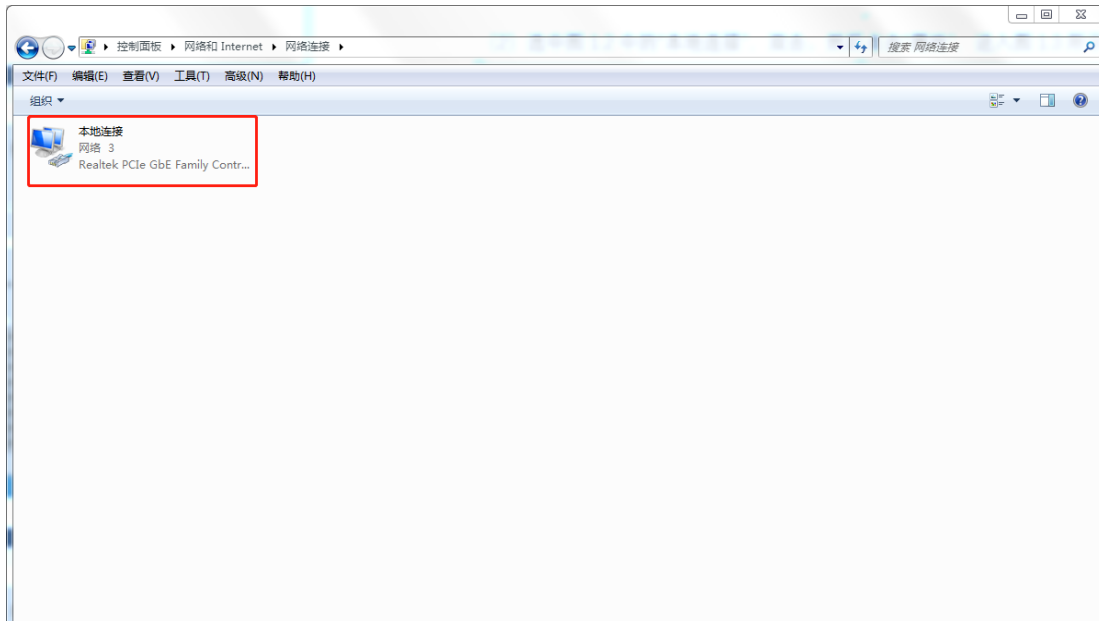
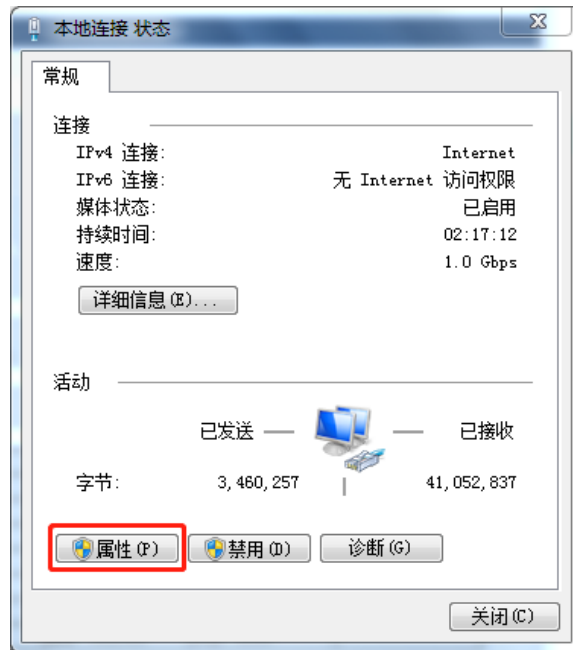
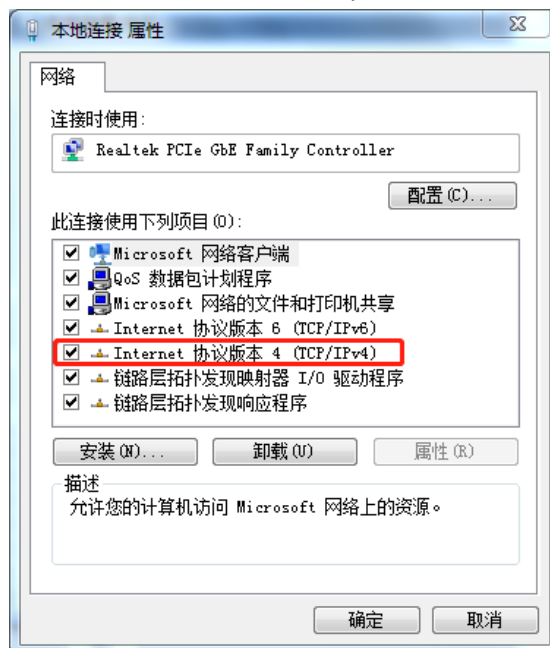
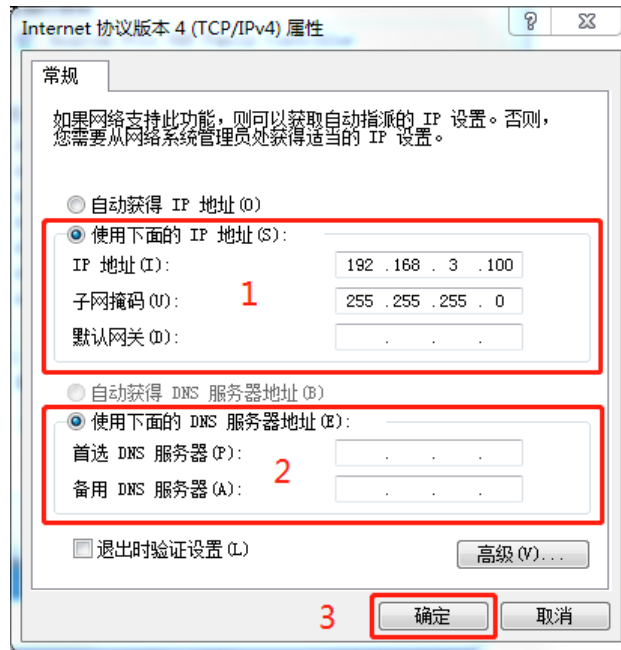

图 5.2
图 5.3
图 5.4
图 5.5
(1)使用网线连接工控机后。打开图 5.1 中所示的“网络和共享中心”设置界面，点击图中的“更改适配器选项”，进入图 5.2 所示的界面。
(2)选中图 5.2 中的“本地连接”，双击。进入图 5.3 所示的界面。
(3) 点击图 5.3 中的“属性”。进入图 5.4 所示的界面。
(4) 选中图 5.4 中的“Internet 协议版本 4 (TCP/IPv4)”并双击。进入图 5.5 所示的界面。
(5) 点击图 5.5 中的“使用下面的 IP 地址 (s)”前的小圆点来选中它，下面的 DNS 服务器地址会跟着一起改变。修改“IP 地址 (I)”为“192.168.3.100”，对应的子网掩码会自动生成，如果不对修改成“255.255.255.0”。点击“确定”，完成 IP 地址的修改。